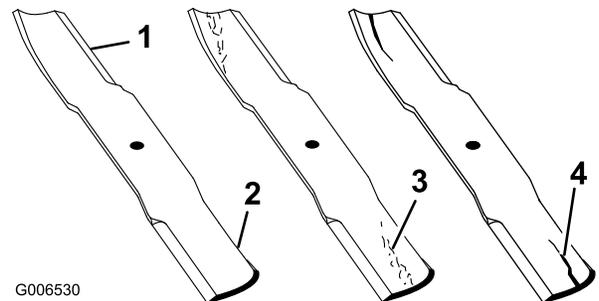

Figura 92
1. Inspeccione los filos de corte (Figura 92). Si los bordes no están afilados o tienen muescas, retire las cuchillas y afílelas. Consulte Afilado de las cuchillas (página 62).
2. Inspeccione las cuchillas, especialmente la parte curva (Figura 92). Si observa daños, desgaste o la formación de una ranura en esta zona (Figura 92), instale inmediatamente una cuchilla nueva.